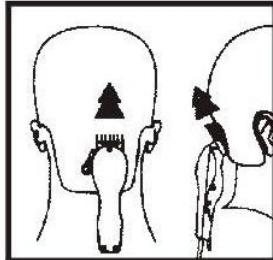

Рисунок 1
2. Держите машинку краями лезий вверх и начинайте состригать заднюю часть шеи, начиная от центра шеи (см. рисунок 1).